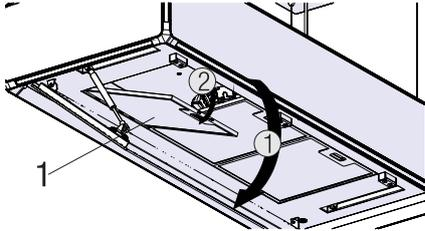

Abb. 36: Entfernen des Edelstahl-Metallfettfilters
1. ➔ Öffnen Sie die Randabsaugungsplatte (Abb. 36/1).
3. ➔ Entnehmen Sie die Edelstahl-Metallfettfilter aus dem Gerät (Abb. 36/ 2 ).